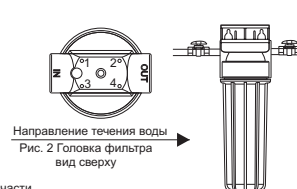

Рис. 2 Головка фильтра вид сверху
- Дотянуть крепежную пластину до головки, используя четыре крепежных винта в отверстиях 1, 2, 3, 4 (рис. 2)